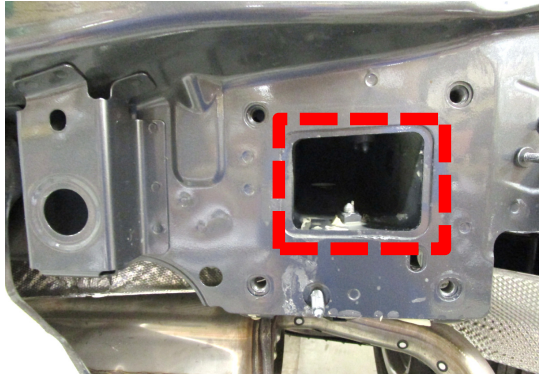
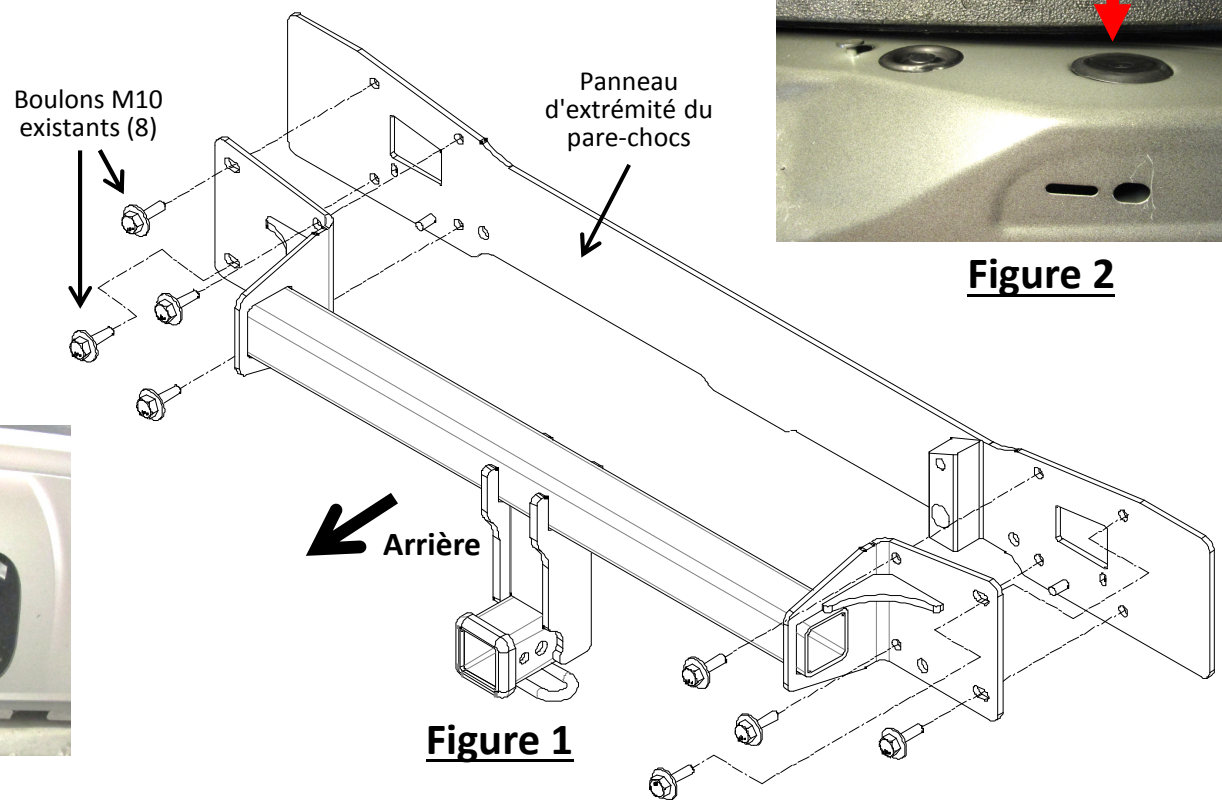

Figure 3
Figure 1
- 2. Enlever la poutre de pare-chocs** – À l'aide d'une douille 16 mm, retirer huit (8) boulons M10 d'origine de la poutre de pare-chocs et la traverse au-dessus de cette poutre. Remettre la poutre de pare-chocs et la traverse au propriétaire.
- 3. Installation de l'attelage** - Utiliser un scellant au silicone autour de l'ouverture du panneau d'extrémité de chaque côté, voir la **Figure 3**. Soulever l'attelage en position et poser lâchement huit (8) boulons M10 d'origine existants sur l'attelage, voir la **Figure 1**.
3. Installation de l'attelage - Utiliser un scellant au silicone autour de l'ouverture du panneau d'extrémité de chaque côté, voir la **Figure 3**. Soulever l'attelage en position et poser lâchement huit (8) boulons M10 d'origine existants sur l'attelage, voir la **Figure 1**.